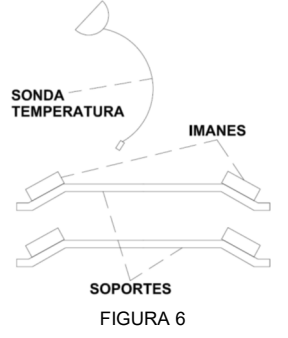

FIGURA 7 FIGURA 8 FIGURA 9
- Insertar los dos soportes (figura 6) en el bastidor (figura 1) del dispositivo según se muestra en la figura 7.